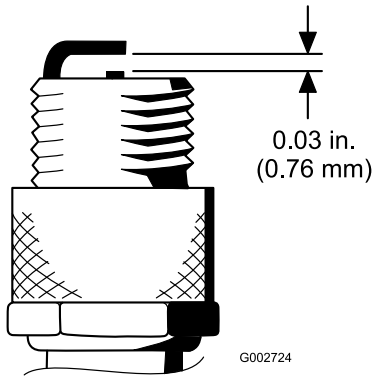

Figure 32
- Réglez l'écartement entre les électrodes centrale et latérale à 0,76 mm, comme montré à la Figure 32.